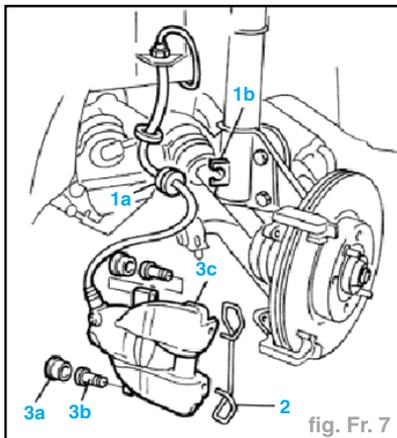

fig. Fr. 7
- Dégager la retenue en caoutchouc (1a) de la canalisation des freins du logement (1b) sur l'amortisseur (fig. Fr. 7).